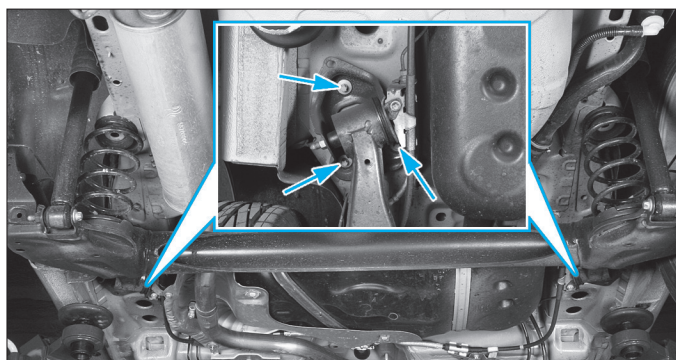

Fig. 26
- De chaque côté, déposer les vis de fixations de l'essieu arrière (Fig.26).